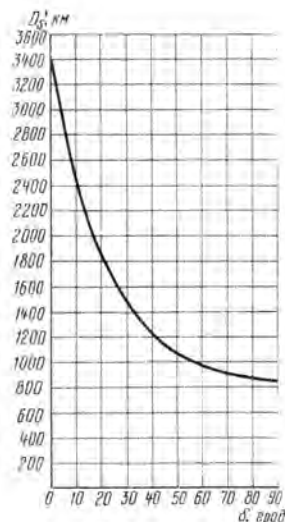

Рис. 4. Наклонная дальность в зависимости от угла места ИСЗ при  $H=861$  км
**С**хема часов приведена на рис. 4. Они включают в себя кварцевый генератор на микросхеме *D1* и резонаторе *B1*, делитель частоты с коэффициентом деления  $10^5$  (*D2*—*D6*) счетчик секунд (*D7*, *D8*), минут (*D9*, *D10*) и часов (*D11*, *D12*). Микросхемы *D7*, *D9*, *D11* (К155ИЕ2) имеют необходимый коэффициент пересчета 10, а в микросхемах *D8* и *D10* (К155ИЕ4) для получения коэффициента деления 6 используются лишь первые три триггера.
входами формирователя цифр, как показано на рис. 4. Неиспользуемые входы формирователя (для индицируемых цифр — десятков секунд, минут и часов) следует соединить с общим проводом.
На рис. 4 показана зависимость наклонной дальности от угла места ИСЗ при  $H=861$  км